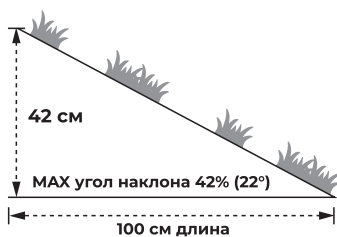

Рис. 6
- 5) Максимальный угол наклона составляет 22°. (рис. 6)